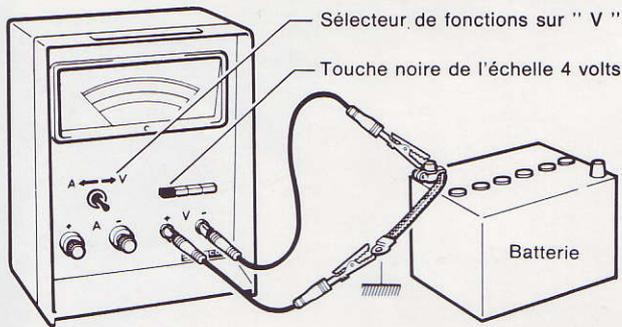

Figure 8
2. Effectuer le branchement comme l'exemple de la figure 8, mais ceci n'est pas limitatif et ce branchement peut-être réalisé sur le câble de :